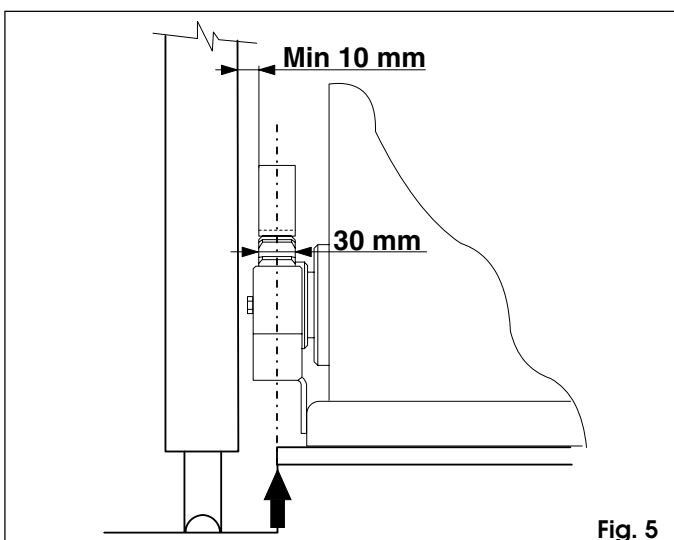
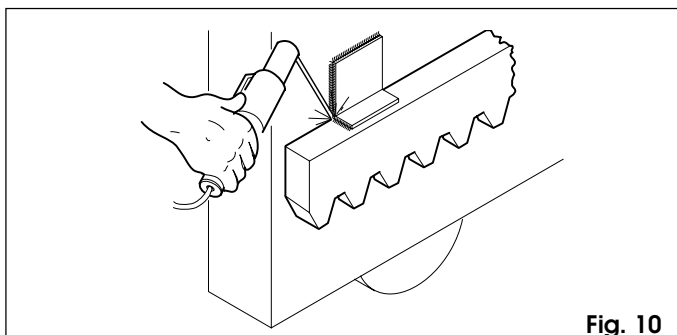

Fig. 5
Fig. 10
Pour les cotes de positionnement, voir fig. 5.
- 3) Ajuster la hauteur des pieds en maintenant soulevé le motoréducteur de la plaque de 1 cm et à une distance du portail comme indiqué fig. 5 et 9.
**Important:** Pour la fixation de la crémaillère sur le portail, il faut utiliser des supports adaptés au type de portail à motoriser. La fig. 10 montre un exemple de fixation par équerre support. Pour leur positionnement, voir fig. 5 et 9.